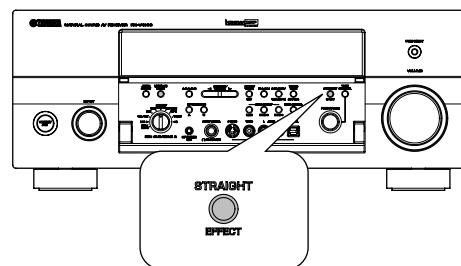

Fig. 14
b. Press the "STRAIGHT/EFFECT" key of the main unit. (Fig. 14)
b. 本体の“STRAIGHT/ EFFECT”キーを押します。(Fig. 14)